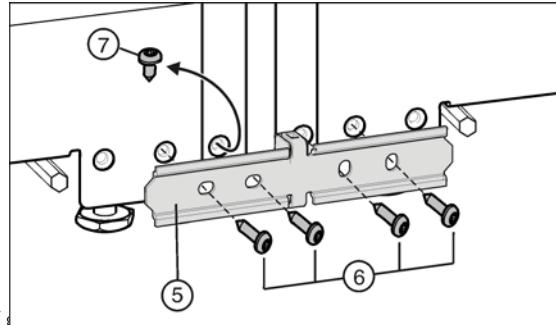

Fig. 6
- 若設備已隨附預裝的螺 Fig. 6 (7)：旋出螺栓。
- 在一台設備上用兩個螺栓 Fig. 6 (6)鬆動固定連接板 Fig. 6 (5)。